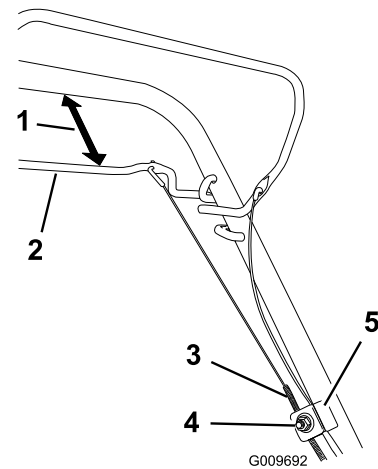

Figura 24
1. Afloje la tuerca del soporte del cable (Figura 24).
2. Sujete la barra de la transmisión autopropulsada a una distancia de 25 a 38 mm (1 a 1-1/2 pulg.) del manillar (Figura 24).
3. Tire hacia abajo de la cubierta del cable (hacia el cortacésped) hasta eliminar la holgura en el cable (Figura 24).